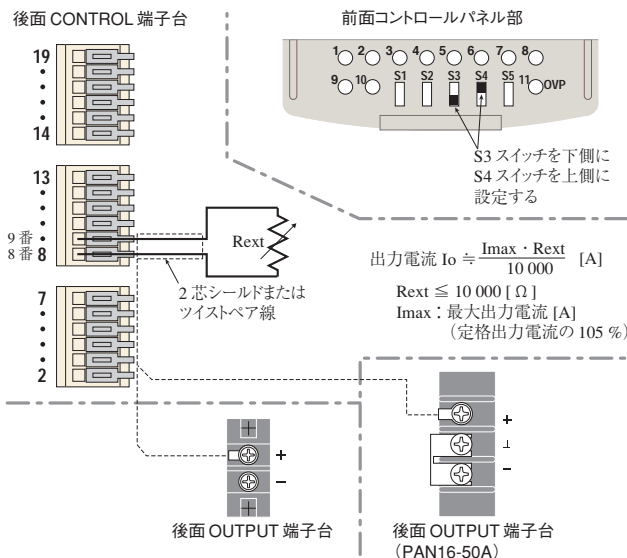

図 4-13 外部抵抗による出力電流コントロールの接続と設定
3. コントロールスイッチ S3 と S4 を図 4-13 のように設定します。
4. コントロール端子の 8 番と 9 番間に外部抵抗を図 4-13 のように接続します。